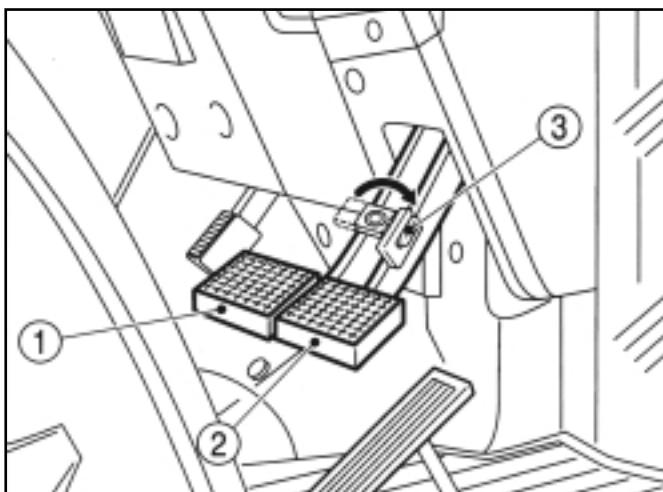

FIG. 42 / ABB. 42 / FIG. 42
Les pédales de frein (Fig. 42) peuvent être utilisées indépendamment pour aider à faire tourner le tracteur à une vitesse lente. Déconnectez les pédales de frein et utilisez-les selon les besoins lorsque vous tournez.
Quand le tracteur roule à vitesse élevée, les pédales de frein doivent être interconnectées à l'aide de l'attache (3) dans la Fig. 42, de sorte que les deux freins fonctionnent en même temps.
Die Bremspedale (1 und 2) in Abb. 42 können getrennt gedrückt werden, um die jeweiligen Bremsen separat zu betätigen. Damit kann bei niedriger Geschwindigkeit auf engerem Platz gewendet werden.
Für höhere Geschwindigkeit und Straßenfahrt müssen die Bremspedale auf jeden Fall durch den Riegel (3) gemäß Abb. 42 miteinander verbunden werden. Nur so wirken die Bremsen auf beiden Seiten gleichzeitig und gleichmäßig.
U kunt de rempedalen (1 en 2) in Fig. 42 onafhankelijk van elkaar gebruiken om de respectievelijke remmen te bedienen en zo het korter draaien bij lage snelheden mogelijk te maken. Maak de rempedalen van elkaar los en gebruik ze zoals vereist om het korter draaien mogelijk te maken.
Wanneer u de tractor bij hogere snelheden bestuurt, maakt u de rempedalen met het klemplaatje (3) in Fig. 42 aan elkaar vast zodat u beide rempedalen steeds tegelijkertijd gebruikt.